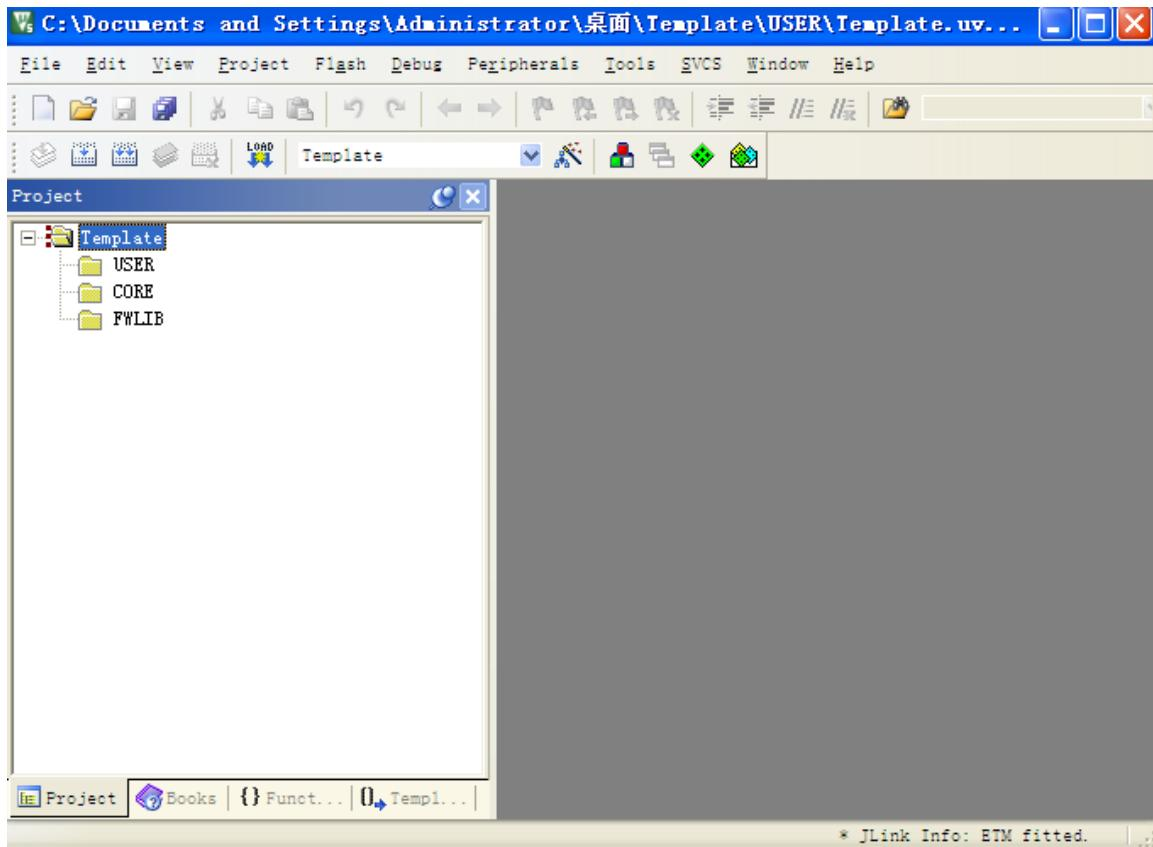

图 3.3.2.14 查看工程 Group 情况
- 10) 下面我们往 Group 里面添加我们需要的文件。我们按照步骤 9 的方法，右键点击点击 Tempate，选择选择 Manage Components.然后选择需要添加文件的 Group，这里第一步我们选择 FWLIB，然后点击右边的 Add Files,定位到我们刚才建立的目录\FWLIB\src 下面，将里面所有的文件选中(Ctrl+A)，然后点击 Add，然后 Close.可以看到 Files 列表下面包含我们添加的文件，如下图 3.3.2.15。